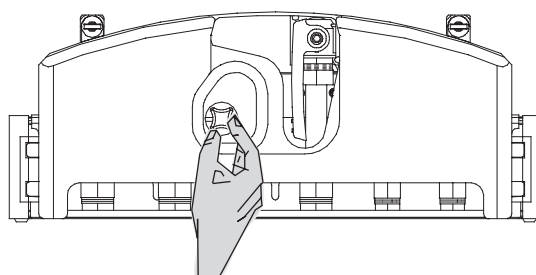

Fig. 3
Nel caso ciò avvenisse a causa di perdite nell'impianto o di spurghi ripetuti, si deve ripristinare la pressione minima, a freddo, di 1 bar (10 m H₂O) - campo azzurro - aprendo per il tempo necessario il rubinetto di riempimento (12) posto sotto la caldaia (fig. 3). Dopo l'operazione il rubinetto deve essere chiuso accuratamente. Se il calo di pressione è molto frequente chiedere l'intervento del Servizio di Assistenza in quanto va eliminata l'eventuale perdita nell'impianto.